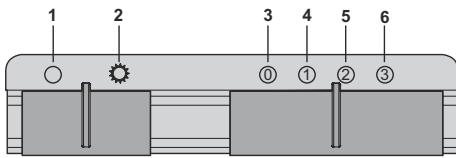

Fig. 15
- 1.** ➤ Sluk belysning (Fig. 15).
- 2.** ➤ Tænd belysning (Fig. 15).
- 3.** ➤ Sluk motor (Fig. 15).
- 4.** ➤ Motor trin 1 (Fig. 15).
- 5.** ➤ Motor trin 2 (Fig. 15).
- 6.** ➤ Motor trin 3 (Fig. 15).